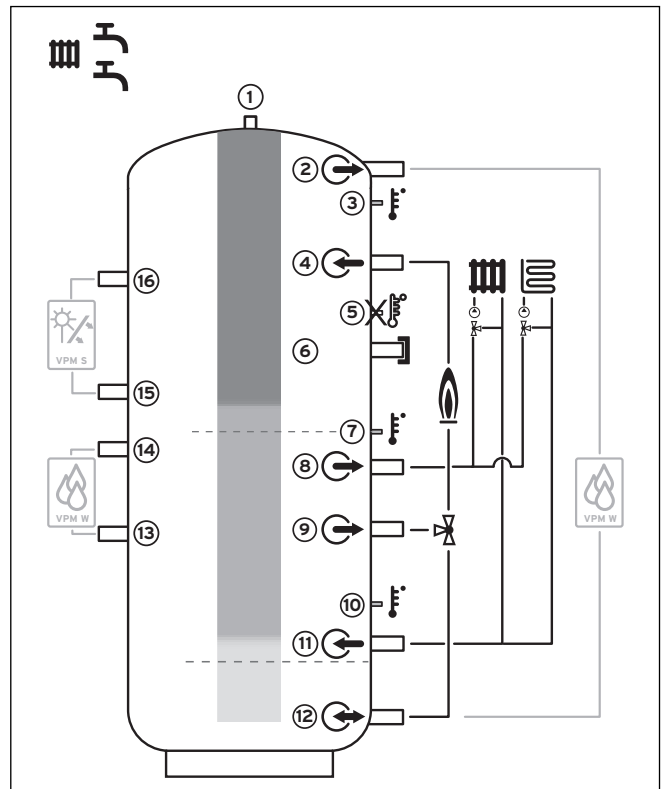

Рис. 3.3 Буферная ёмкость VPS/2: Пример для использования в спортивных сооружениях
- приготовление горячей воды и отопительные установки с повышенной потребностью в горячей воде (см. рис. 3.3), например, в спортивных сооружениях)